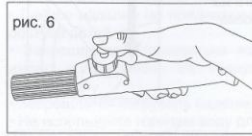
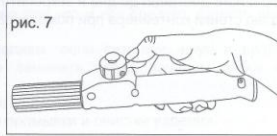

рис. 6
рис. 7
Нажмите кнопку (рис. 6) и валик прекратит наполняться краской до тех пор, пока открыт клапан (рис. 7).
- Включите аппарат и прокачайте воду в течение, приблизительно, 10 минут. Закройте (рис. 6) и откройте клапан (рис. 7) раз 8 при работающем насосе. Всякий раз время закрытия клапана не должно превышать 15 секунд.